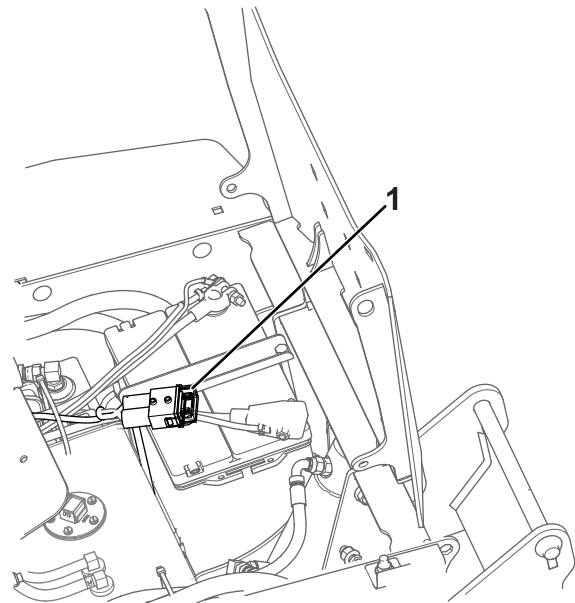

Figura 40
2. Localice el fusible principal en el arnés de cables, cerca de la batería, y retire el tapón del fusible (Figura 40).